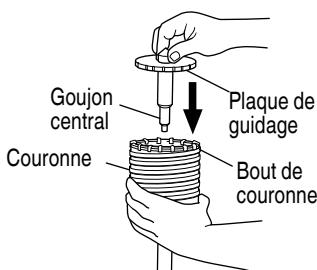

Fig. 22
- (3) Introduire le goujon central dans la plaque de guidage jusqu'à ce qu'il arrête.
(4) Engager la plaque de guidage dans la couronne et tourner la plaque de guidage à gauche ou à droite de manière à ce qu'elle ait une position stable. (Fig. 22)